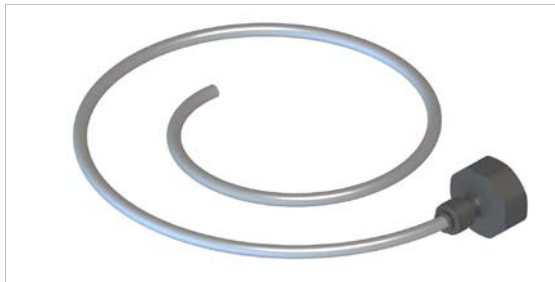

Bild 8.2.2: Spülset zum Anschluss an den Wasserhahn (3/4“)
<p>Verwenden Sie das Spülset (Bild 8.2.2) zum Spülen des Druckbehälters (Spülset im Lieferumfang enthalten).</p>
- Legen Sie das Spülset (Bild 8.2.2) und den Wartungsschlauch aus dem Lieferumfang bereit.
8. Wartungsschlauch (Bild 8.2.2) entfernen.